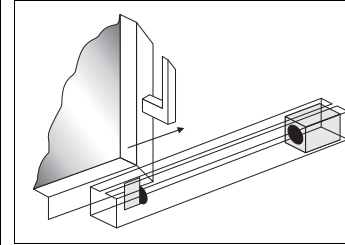

Fig. 4: Exemple pour la protection contre la manipulation d'un interrupteur de sécurité selon EN 1088
- le personnel de service puisse difficilement les atteindre lorsque le protecteur est ouvert (Fig. 4),